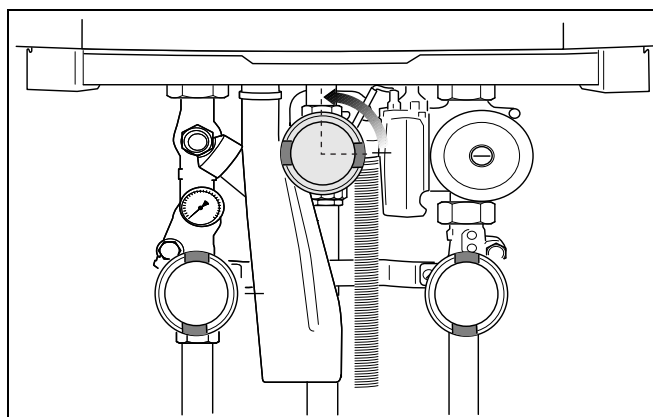

Bild 73 Öppna gaskranen
- Öppna gaskranen långsamt. Tryck in den och vrid $\frac{1}{4}$ varv åt vänster (bild 73).
- Öppna gaskranen igen. Tryck in den och vrid $\frac{1}{4}$ varv åt vänster (bild 73).